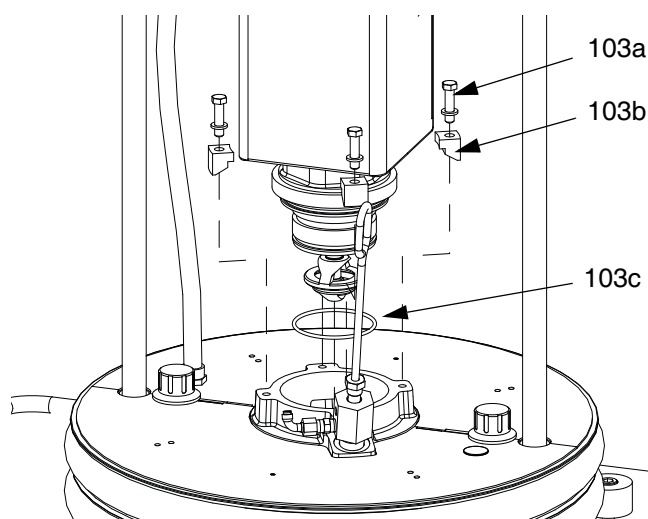

FIG. 41: 200 l (55 gallon) monteringsatts
2. Fäst pumpen i plattan med skruvarna (103a) och klämmorna (103b). Se FIG. 41.